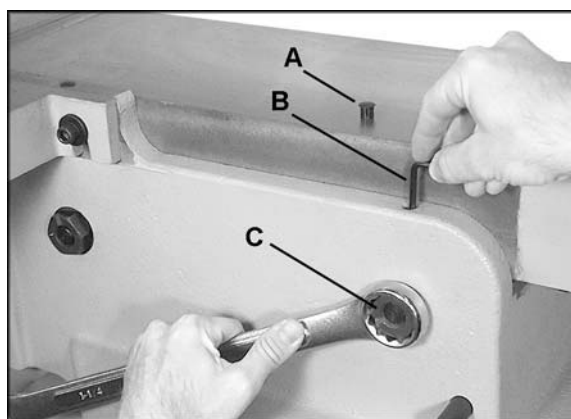

Figure 22
9. Chaque table est munie de quatre dispositifs de réglage de came, deux à l'avant et deux à l'arrière. (C₁, La figure 22 en illustre un cas).
10. Sur la partie de la table où vous devez effectuer le réglage, sortez la vis (A, Figure 22) du trou.
11. Il existe deux vis de réglage dans le trou. Insérez une clé hexagonale de 4 mm (B, Figure 22) dans le trou et desserrez la vis de réglage supérieure en tournant la clé hexagonale dans le sens antihoraire. Sortez la vis de réglage supérieure du trou.
13. Tournez l'écrou hexagonal (C₁, Figure 22) à l'aide d'une clé de 1-1/4". **Ce réglage est délicat et doit s'effectuer par légers incréments.**
REMARQUE : Le sens de rotation des écrous hexagonaux gauche et droit est différent ; l'écrou droit (C₁) de la Figure 22 est tourné dans le sens horaire pour soulever cette partie de la table ou antihoraire pour l'abaisser. L'écrou hexagonal gauche (C₂) illustré sur la Figure 22 est tourné dans le sens contraire.
15. Lorsque le réglage est satisfaisant et que les tables sont coplanaires, serrez la vis de réglage inférieure à l'aide la clé hexagonale (B, Figure 22).
17. Insérez à nouveau le chapeau (A, Figure 22) pour maintenir la poussière et les débris hors du trou.